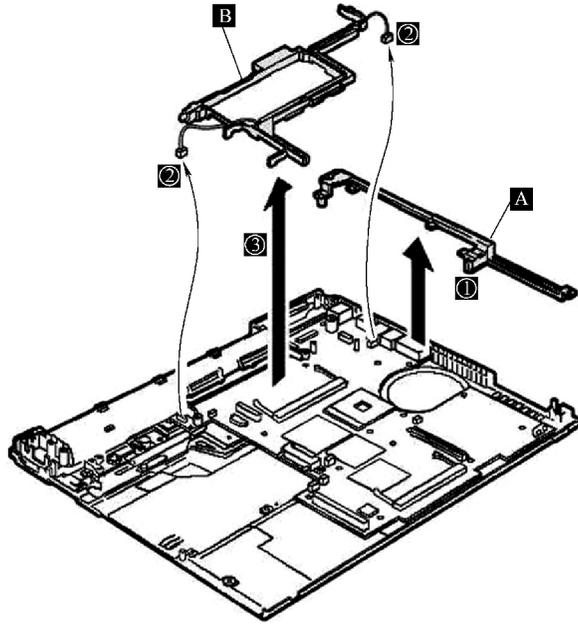

图 2-88 主板支架及导线槽的拆卸方法
笔记本电脑主板支架及导线槽的拆卸方法如图 2-88 所示，按照箭头“①”、“③”方向取出支架，将导线槽内的线理顺并取出，再将电线连接插件分开即可。